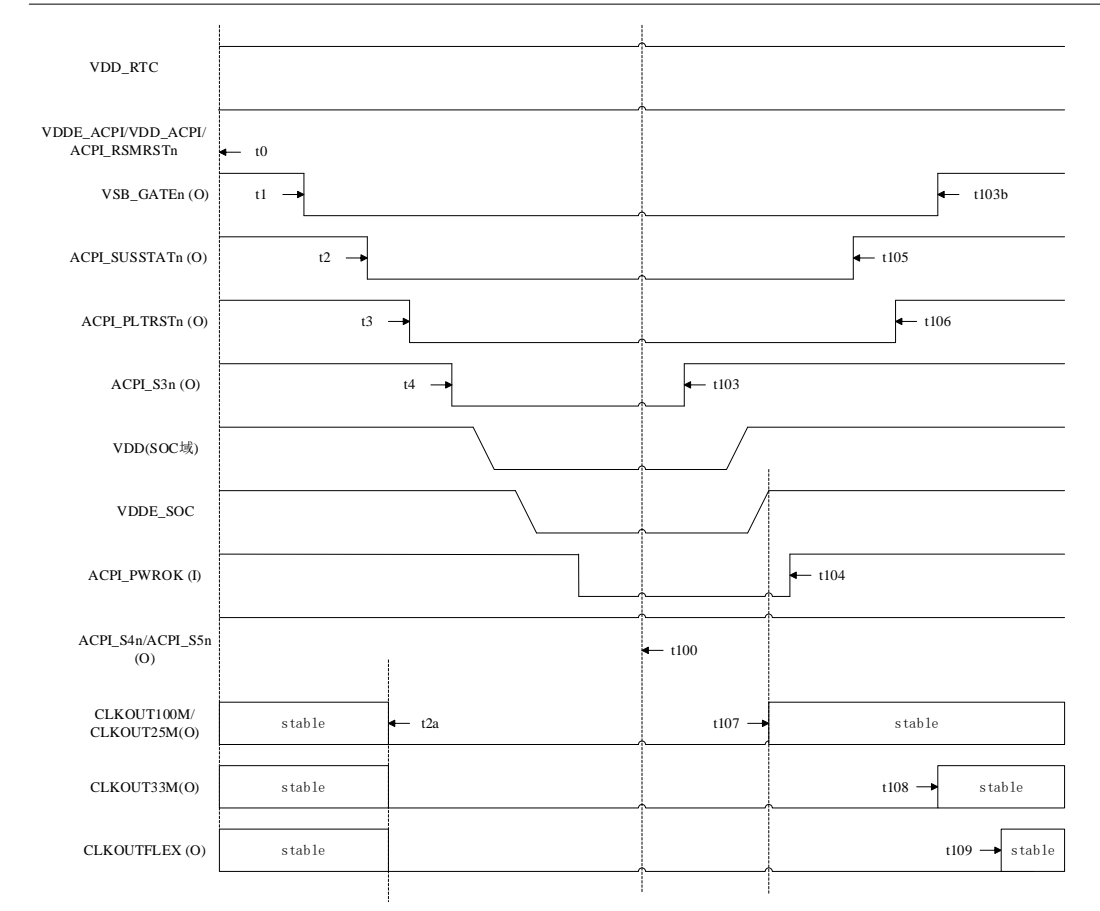
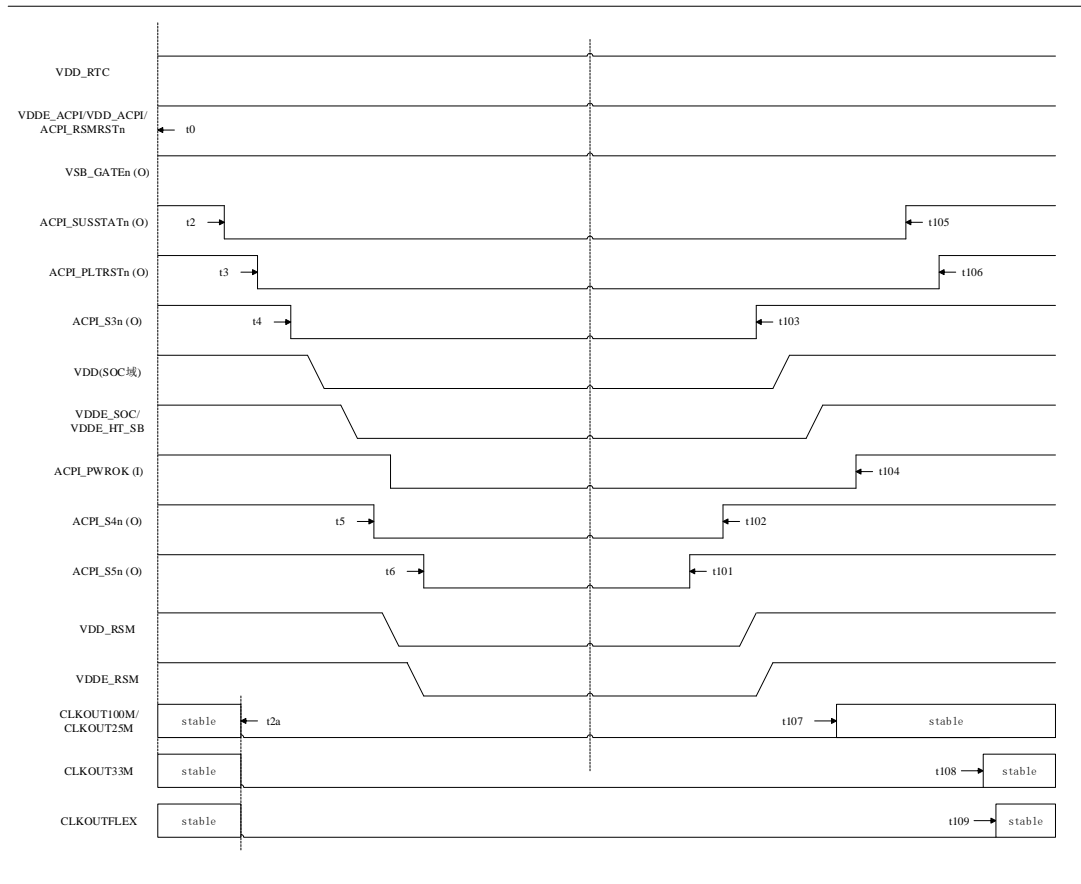

图 7-3 S0 到 S3 及 S3 到 S0 时序图
图 7-4 S0 到 S4/S5 及 S4/S5 到 S0 状态时序图
注（图 7-3、图 7-4）：
7. 表 7-6 对时序的描述对应图 7-4，与上述注解不一致的描述以上述注解为准